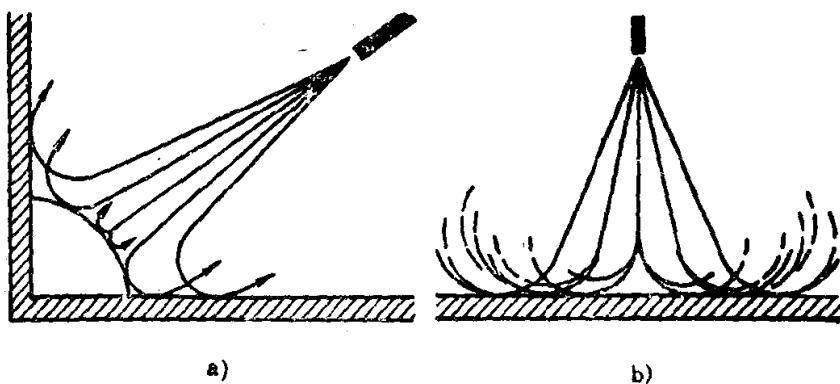

图1-1 有气喷涂
一般常见的喷涂法，是利用压缩空气将涂料从加料杯或容器中，吸引输送至喷枪，涂料在喷嘴处与空气混合并分散成雾滴状，喷射在被涂表面，形成均匀分布的涂层。因有压缩空气随漆一起喷出，故称为“有气喷涂”（图1-1 a），常用的压缩空气压力为 $0.4\sim0.6\text{ MPa}$ 。
3) 不能喷涂高固体，高粘度涂料，为了达到喷涂的目的，必须添加昂贵的稀释剂来降低粘度。这样不仅要多次喷涂才能达到所需之涂层厚度，而且会引起气雾反冲，在角落和凹处造成涂层不均(图1-1 b)。